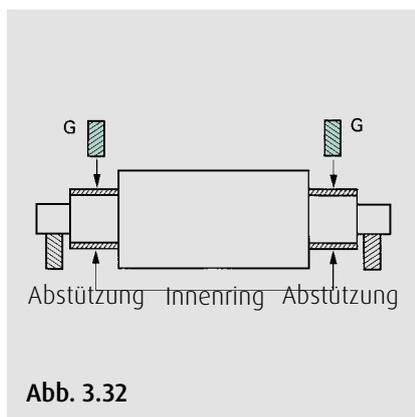

Abb. 3.32
- Die Laufbahn des Innenrings auf dem Walzenzapfen schleifen. Hier gibt NSK-RHP das Maß nach dem Schleifen und die Oberflächenrauheit vor (Abb. 3.32).